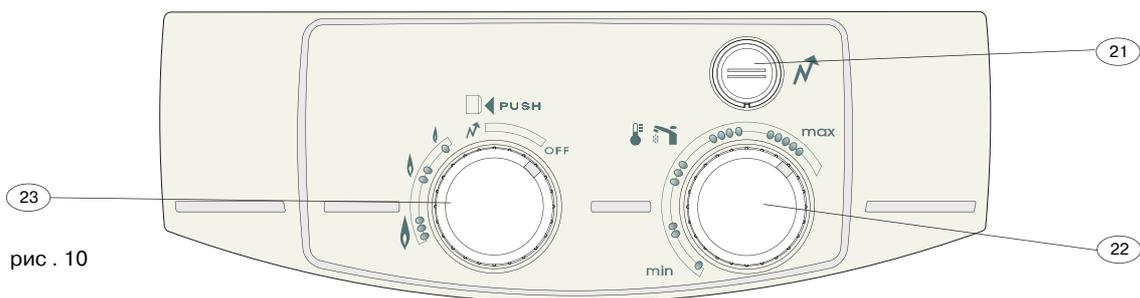

рис. 10
- Выньте рукоятки регулировки (23) подачи газа и регулятора температуры (22) (рис. 10), потянув их на себя
Переведите кнопку-регулятор подачи газа (23) в положение "N" (рис. 10).
горелка. В этом случае удерживая кнопку-регулятор подачи газа (23) нажмите несколько раз на кнопку (21) до тех пор пока не включится запальная газовая горелка. После того как включится запальная газовая горелка продолжайте удерживать кнопку-регулятор подачи газа (23) в положении "N" еще несколько секунд чтобы запустить систему безопасности а затем переведите регулятор "23" в положение между отметками "0" и "1" (рис. 10).